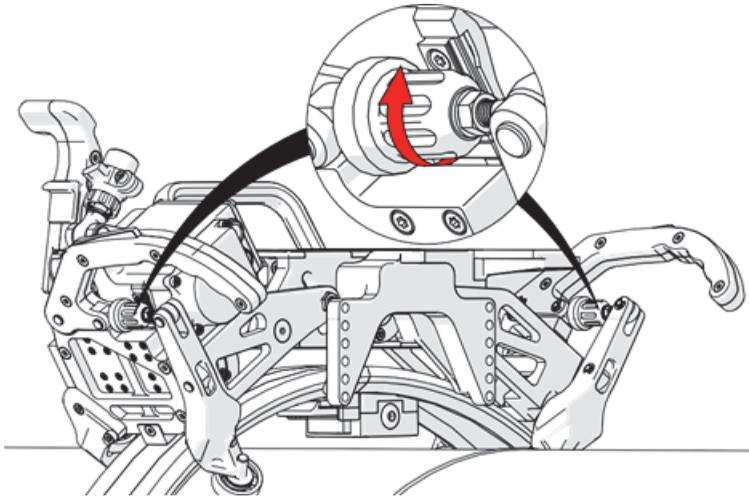

Figure 1-36 Serrage des dispositifs d'ajustement des brides
6. Serrez les dispositifs d'ajustement des brides jusqu'à ce que toutes les roues du chariot moteur touchent à la bande (Figure 1-36 à la page 54).